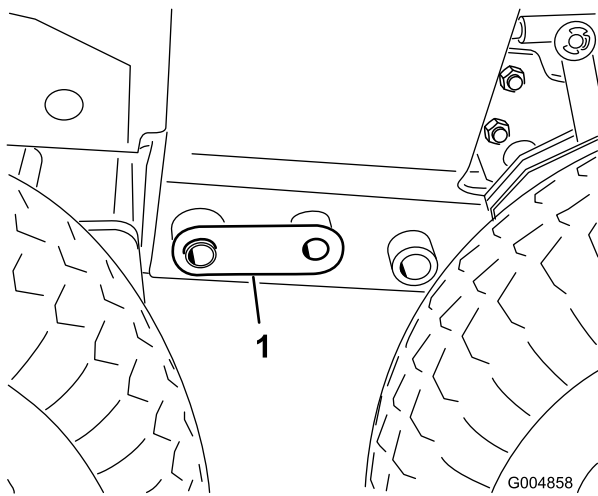

Figura 21
7. Ajuste el gato hasta que se alineen los taladros de 1.00 pulgada del bastidor e introduzca un pasador de acoplamiento en cada lado (Figura 21).